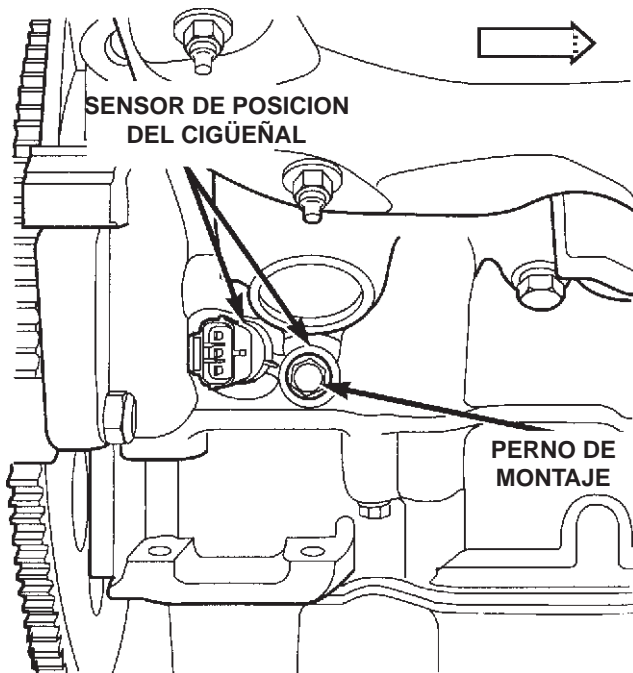

Fig. 31 Montaje y desmontaje del sensor CKP del motor V-8 de 4.7 L
(3) Quite el perno de montaje del CKP (Fig. 31).
(4) Palanquee cuidadosamente el sensor para sacarlo del bloque de cilindros con una acción de balanceo, empleando dos destornilladores pequeños.
(5) Quite el sensor del vehículo.
(6) Verifique el estado del anillo "O" del sensor.